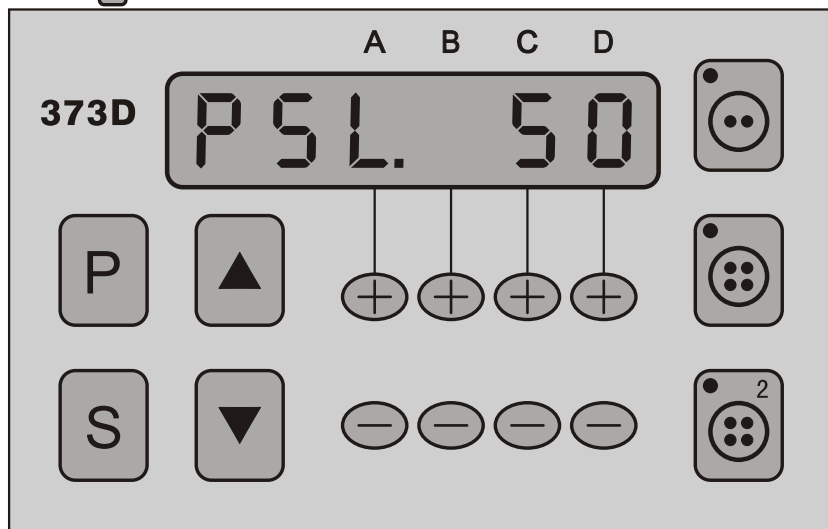

图 5-5：加速曲线调整%（用户参数 002.PSL）参数内容选择界面
- 3) 按 **S** 键进入参数内容修改界面，如图 5-5 所示。